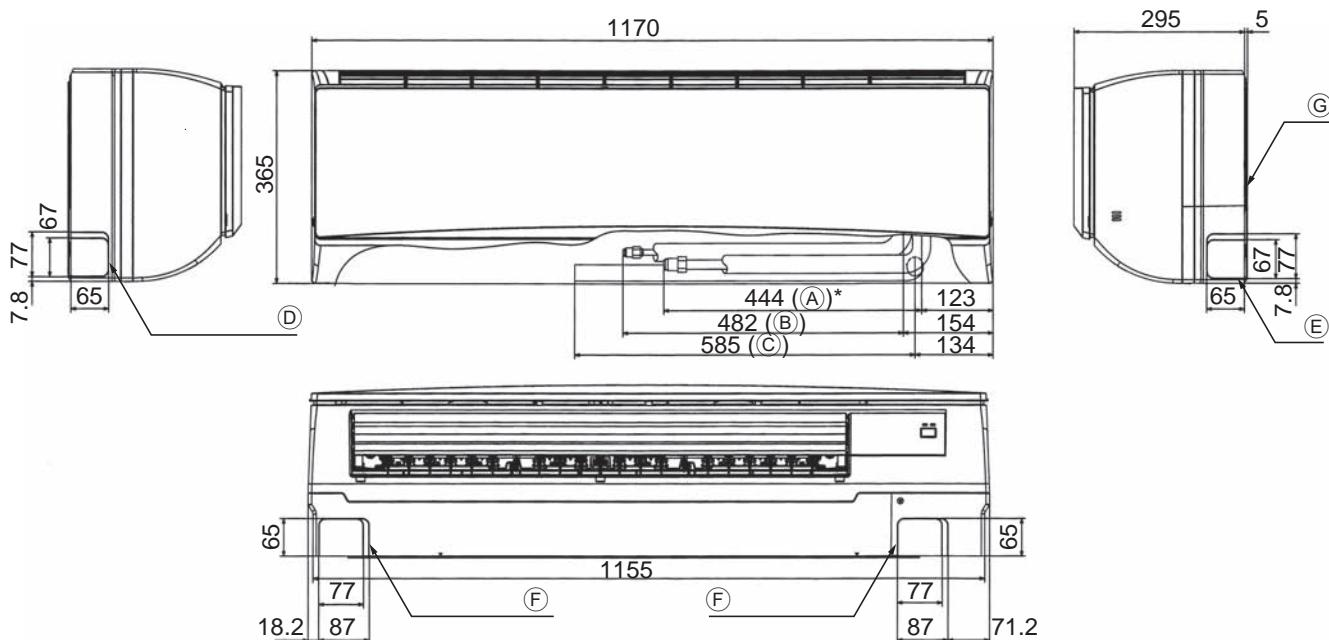

Fig. 4-2
4.2. Plaats van de koelstof- en afvoerpijpen (Fig. 4-2)
- (A) Gaspijp * Geeft de status aan met bevestigde accessoires.
- (B) Vloeistofpijp
- (C) Afvoerleiding
- (D) Doordrukopening voor leidingen aan de linkerzijde
- (E) Doordrukopening voor leidingen aan de rechterzijde
- (F) Doordrukopening voor leidingen aan de onderzijde
- (G) Ophangplaat ①